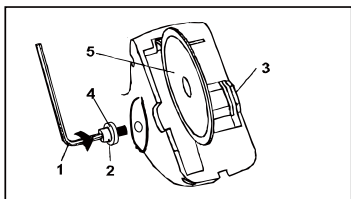

Рис.1
Удаление пильного диска (рис.1)
1. Используя 5 мм шестигранный ключ (1), открутите осевой винт (2), расположенный с левой стороны инструмент (рис.1).
2. Прижмите кнопку блокировки вращения шпинделя (3), расположенную с правой стороны инструмента.
5. Удалите пильный диск (5).